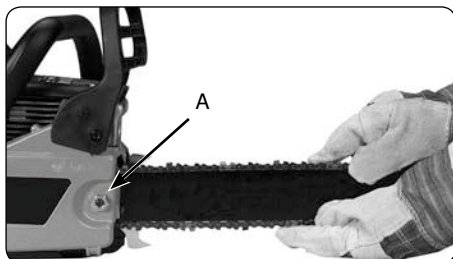

Рис. 5
1. Держите верхушку шины повернутой кверху и вращайте регулирующий винт (D) по ходу часовой стрелки, чтобы увеличить натяжение цепи. Вращение винта (D) против хода часовой стрелки уменьшает натяжение цепи. Убедитесь в том, что цепь расположена по всей периферии шины (Рис. 5).